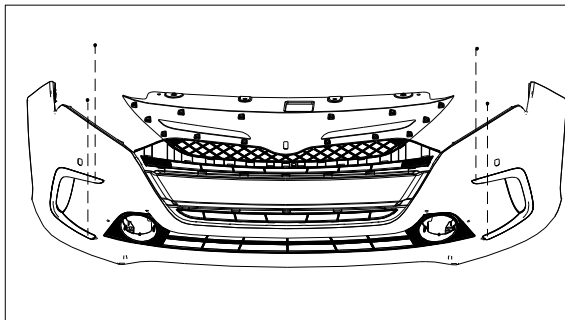

图 1.1.9 前保险杠左/右装饰条的拆卸
(1) 如图 1.1.9 所示，拆下前保险杠左/右装饰条背部左右各 2 个自攻螺钉；
(2) 拆下前保险杠左/右装饰条与前保险杠配合的卡脚。